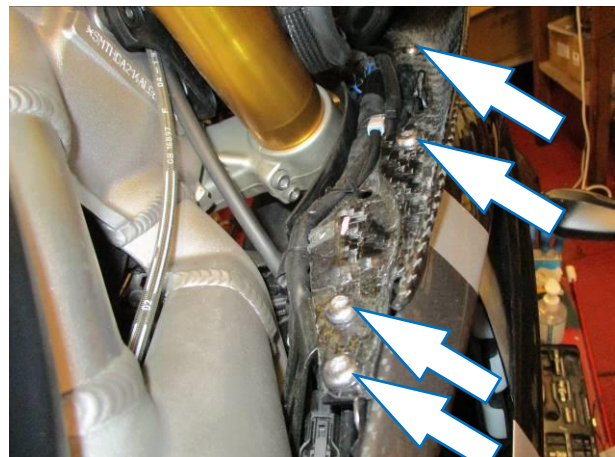

ABBILDUNG 2
- Entfernen Sie die 4 Schrauben, die in **Abbildung 2** gekennzeichnet sind.